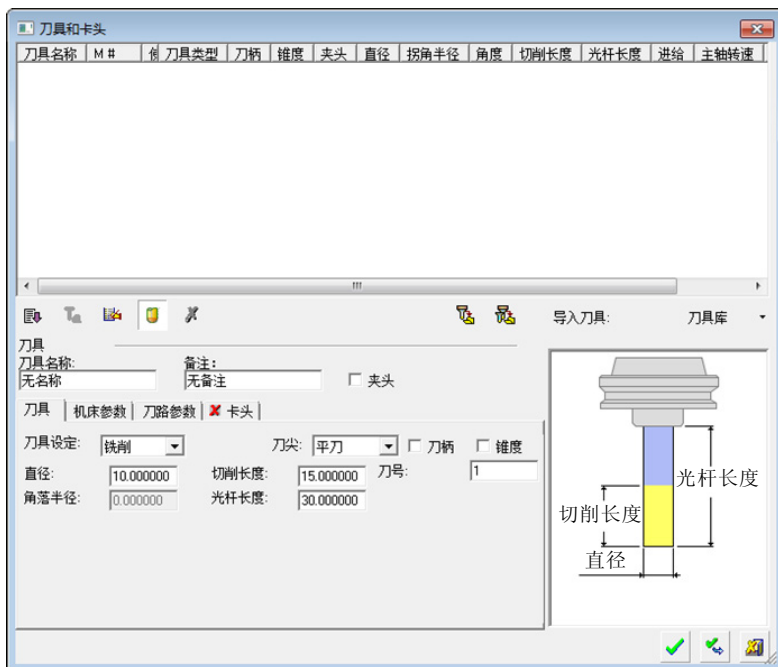

图 4-4 “刀具和卡头”对话框 (1)
- 单击“加工向导”工具栏上的“刀具”按钮 ，弹出“刀具和卡头”对话框（1），如图 4-4 所示。